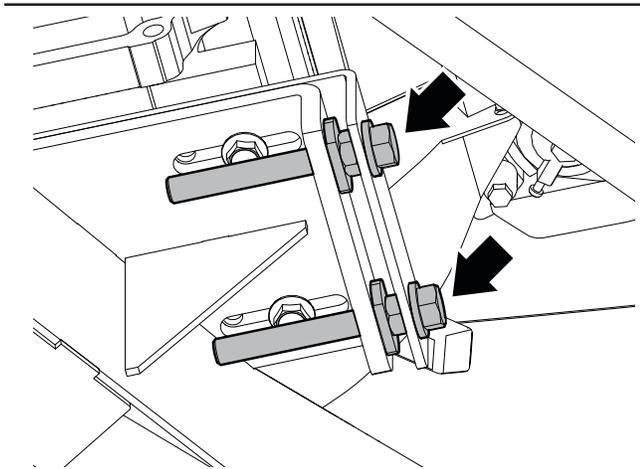

Fig. 38 – Boulons de tension de la courroie d'entraînement
4. Utilisez les boulons de tension de la courroie d'entraînement pour déplacer le moteur et éliminer la tension de la courroie d'entraînement. Consultez la *Fig. 38* à la page 56.
4. Utilisez les boulons de tension de la courroie d'entraînement pour régler la tension de la courroie d'entraînement. Consultez Fig. 38